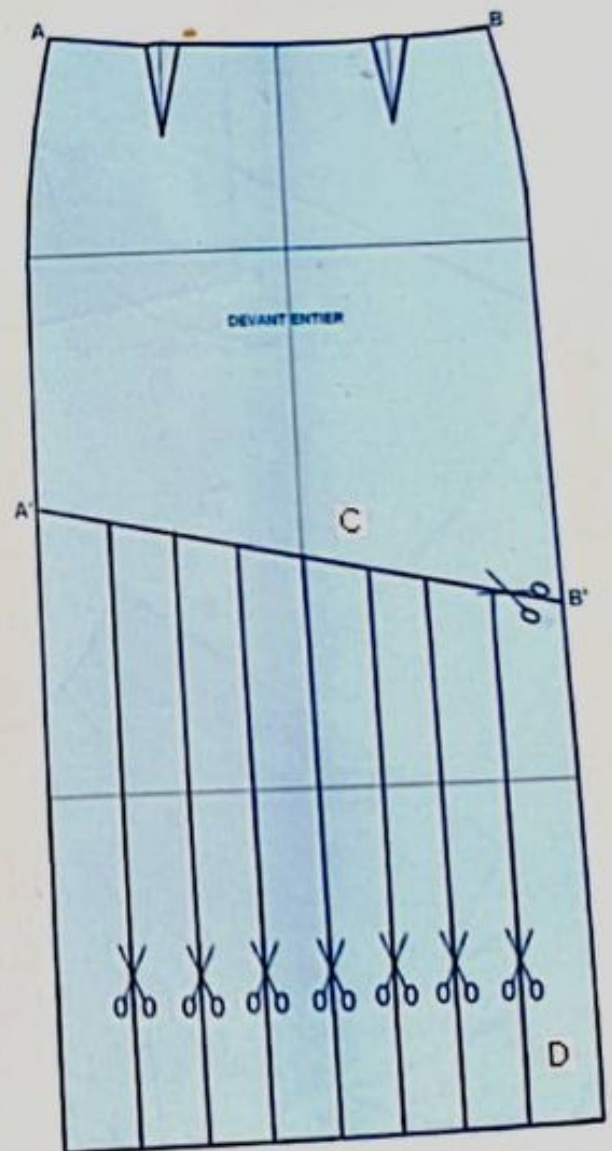

FIG. 1
- **A-A' = 30 cm** et **B-B' = 40 cm**, hauteur de la découpe en biais, elle est variable selon le modèle (C dans fig.1).
- Tracez des lignes de découpes verticales sur la partie basse de la jupe en la divisant en plusieurs parties égales. Découpez ces lignes à partir du bas vers le haut sans détacher ces découpes afin de conserver la largeur de la découpe en biais (D dans fig.1).